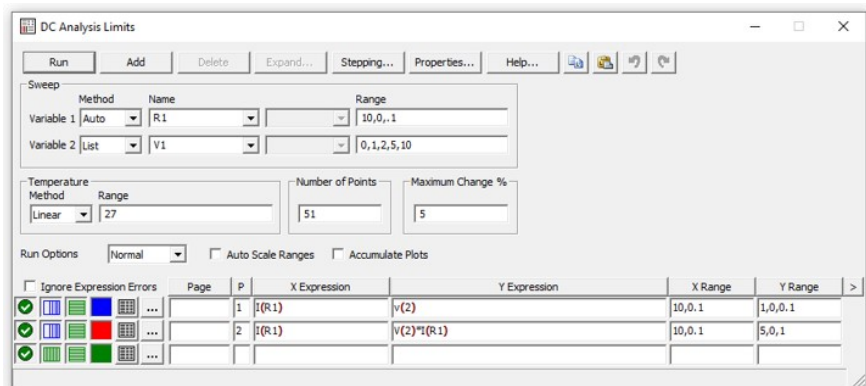

Рис. 2.2
- 2.2. Запустите расчет режима по постоянному току, выбрав **Analysis**→**DC...** (Alt+3). Установите пределы изменения как показано на рис. 2.2. Нажмите **Run**. Получившиеся графики сохраните в отчет.